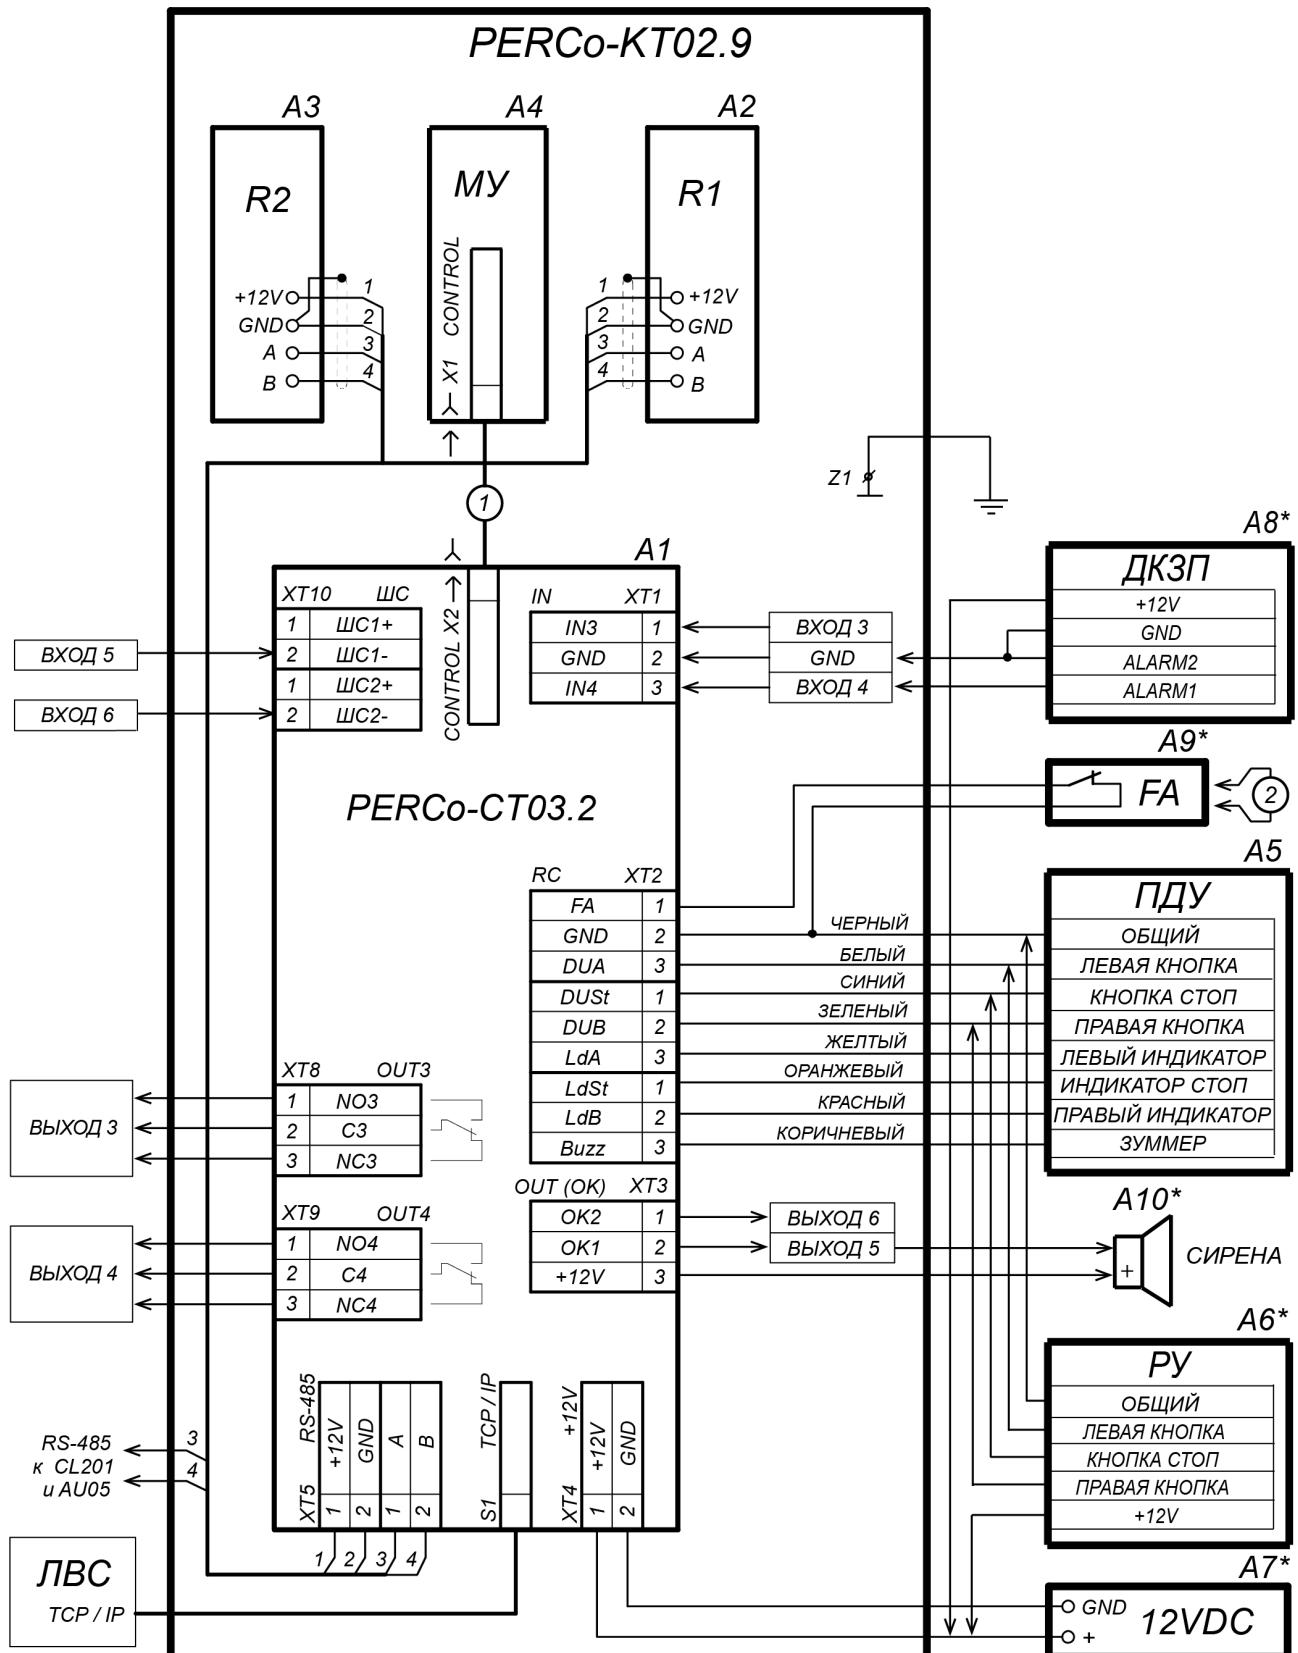

Рисунок 11. Схема подключения ЭП и дополнительного оборудования
Расположение клеммных колодок на нижней плате контроллера ЭП показано на рис. 6, назначение контактов клеммных колодок указано в табл. 1. Схема подключения приведена на рис. 11. Используемые при подключении типы кабелей указаны в табл. 4. При монтаже ЭП придерживайтесь следующей последовательности действий:
10. Подключите кабель питания (12) к клеммной колодке **XT4** на нижней плате контроллера согласно схеме, приведенной на рис. 11.
11. Подключите кабель (10) ПДУ (9) к клеммной колодке **XT2** согласно схеме, приведенной на рис. 11.
12. Подключите, при необходимости, кабели от других устройств к соответствующим клеммным колодкам нижней платы контроллера согласно схеме, приведенной на рис. 11.
Z – контакт заземления; позиционные обозначения А1-А4 и Z – указаны на рис.11